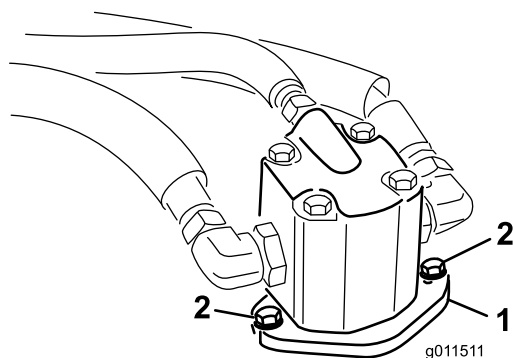

Figura 1
2. Retire os parafusos que fixam os motores hidráulicos à plataforma (Figura 1). Eleve os motores da plataforma e coloque-os numa superfície limpa, fora do caminho. Não danifique os acopladores de alumínio.